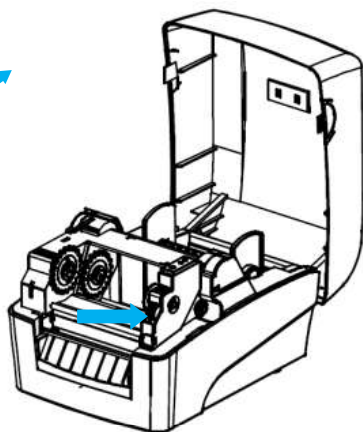
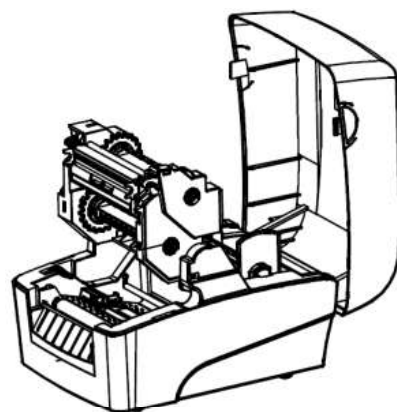

图 2.2.2
图 2.2.3
- 2) 沿箭头方向（见图 2.2.2）按动开启扳手，待碳带支撑架抬起后将其向上翻转至图示角度；（见图 2.2.3）；